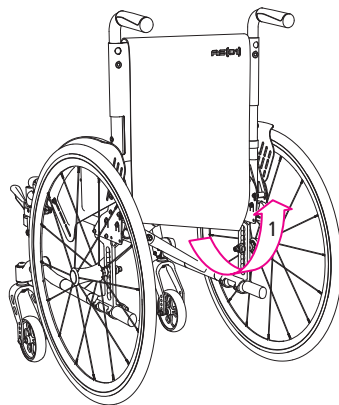

Рис. 4
1. Спочатку послабте застібку-липучку на нижньому кінці подушки спинки (під сидінням) (1, рис. 4).